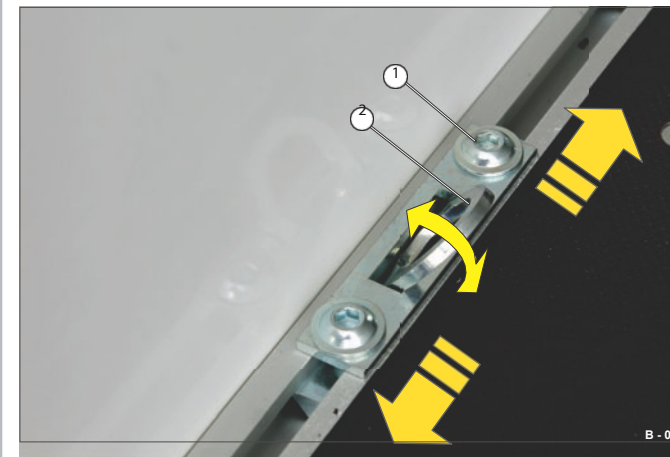

Fig. 18 Pontos de amarração, pormenores
O olhal de amarração (Fig. 18/2) pode ser facilmente rodado.
- Desapertar os dois parafusos de fixação (Fig. 18/1).
- Deslize o olhal de amarração (Fig. 18/2) na calha do piso para a posição pretendida.